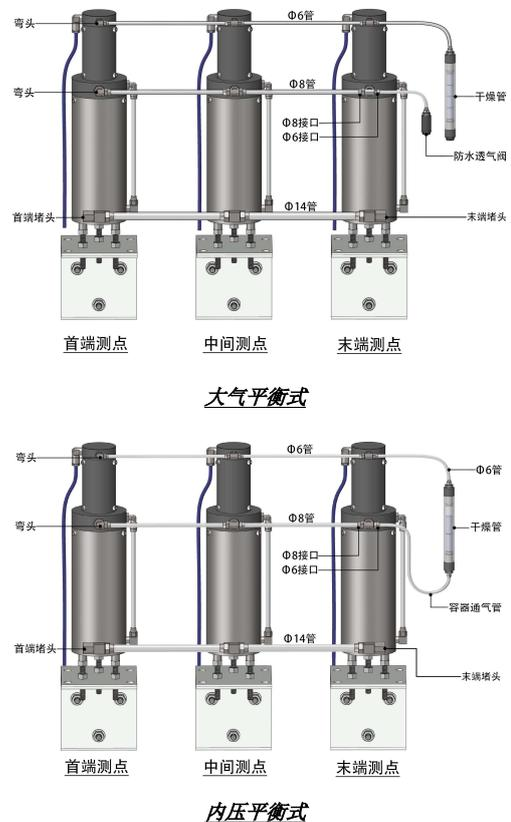

图 3-7 BGK-4675 静力水准系统总装图
**注意:** BGK-4675 静力水准系统测点有首端测点、中间测点和末端测点, 除中间测点通用外, 首端测点和末端测点略有不同, 如图 3-7 所示, 在安装时应注意首端测点与末端测点通液/通气管接口的区别, 避免放错位置。建议将末端 (近端) 设置在数据采集一端, 或作为基准测点。
如图 3-7 所示，干燥管的安装有两种方式，其中上图为大气平衡式，下图则为内压平衡式，后者有更好的抗风压瞬变效果，并且干燥剂的使用寿命更长。